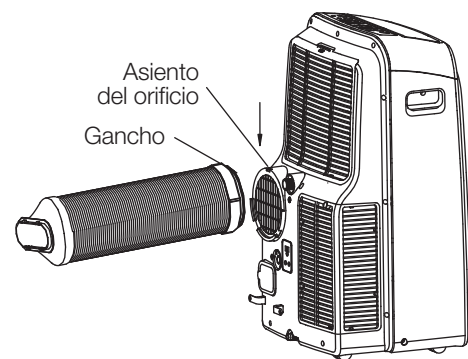

Fig. 17
2. Reinsertar el gancho de la manguera de escape dentro del asiento del orificio de la salida de aire y deslizar la manguera de escape a lo largo de la dirección de la flecha (Ver Fig. 17) para la instalación.